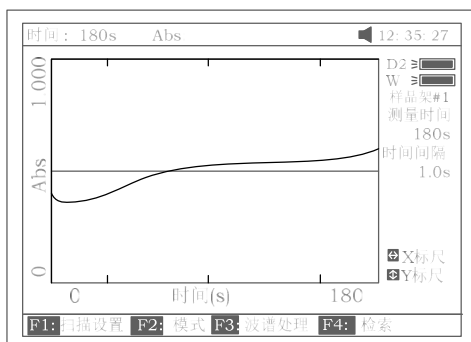

图 56
- b. 拉待测样品入光路后按【START】键即开始对样品作时间扫描, 扫描进行中, 按【ESC/STOP】键可以中止扫描, 扫描完成会伴随三声蜂鸣器鸣叫提示, 图 56 示